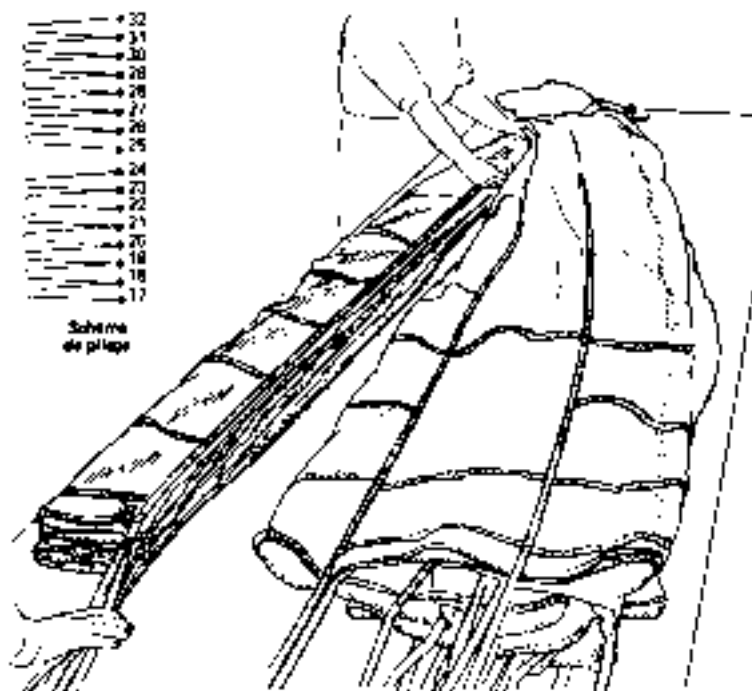

Fig. 4.27 - Pliage des fuseaux n°25 à 32
- Plier de même la branche suivante (fuseaux n° 25 à 32) en la superposant à la précédente (fig. 4.27) ...